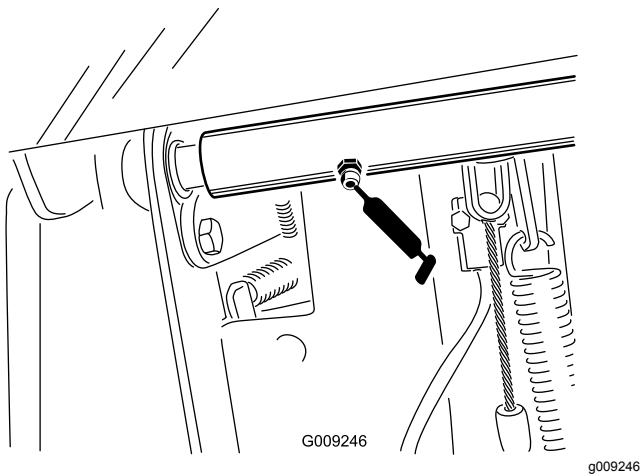

Figura 60
- Cojinetes del eje pivotante del pedal del freno (2) (Figura 60).